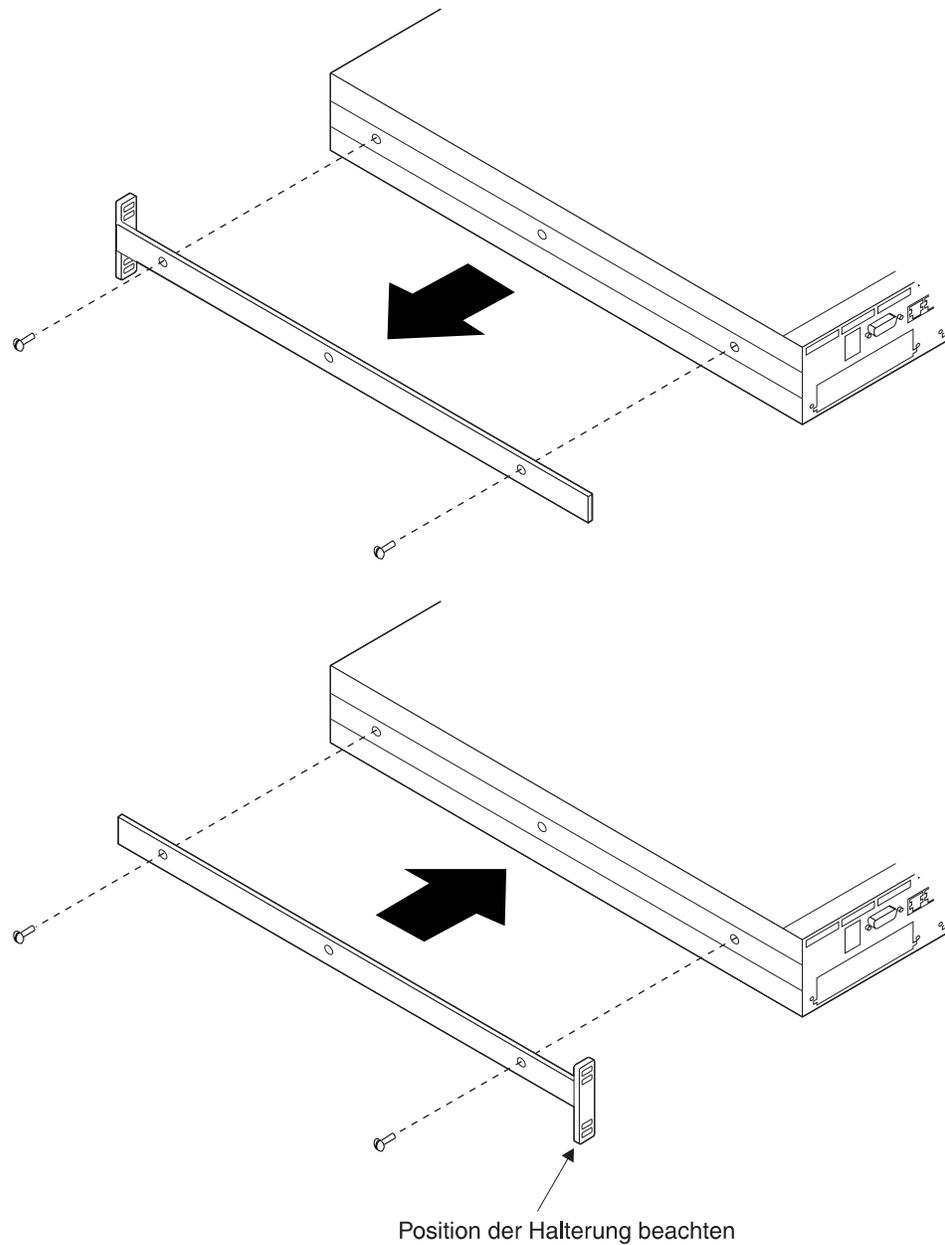

Abbildung 2-1. Halterungen drehen
1. Lösen Sie mit einem Schraubendreher die vier Schrauben (zwei auf jeder Seite), mit denen die Halterungen auf jeder Seite des 8239 befestigt sind. Siehe Abb. 2-1.